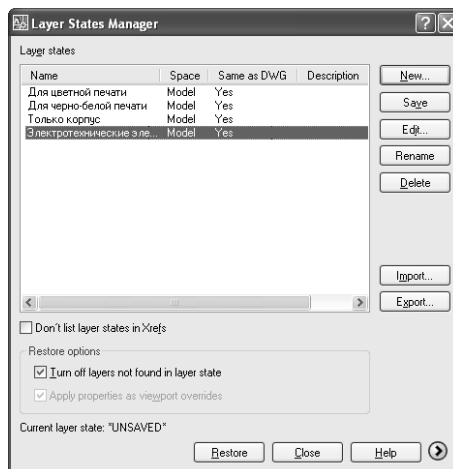

Рис. 4.24. Диалоговое окно **Layer States Manager**
3. Щелкните по кнопке  **Layer States Manager** (Диспетчер конфигураций слоев) панели инструментов списка фильтров или нажмите комбинацию клавиш **Alt+S** для открытия диалогового окна **Layer States Manager** (Диспетчер конфигураций слоев), показанного на рис. 4.24.